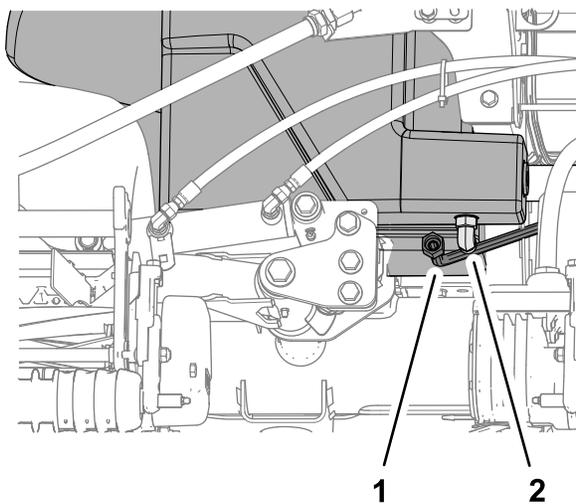

图 118
2. 在液压油箱的 90° 接头 图 118 下放置一个大放油盘请参阅 液压油容量 \(页码 58\)。